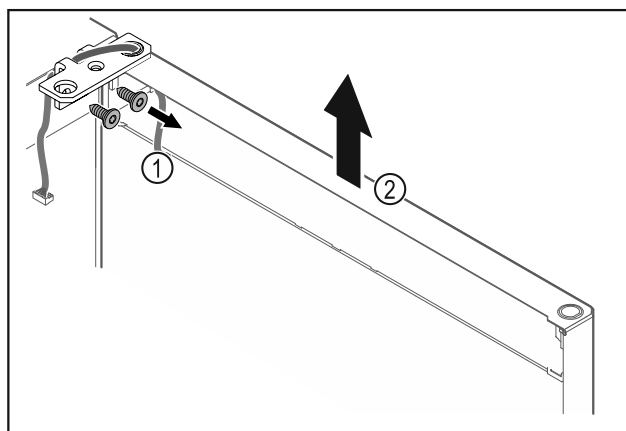

Fig. 20
- Skruva av gångjärnsfästet Fig. 20 (1).
- Lyft dörren rakt uppåt med gångjärnsfästet Fig. 20 (2) ca 200 mm och ta av den.